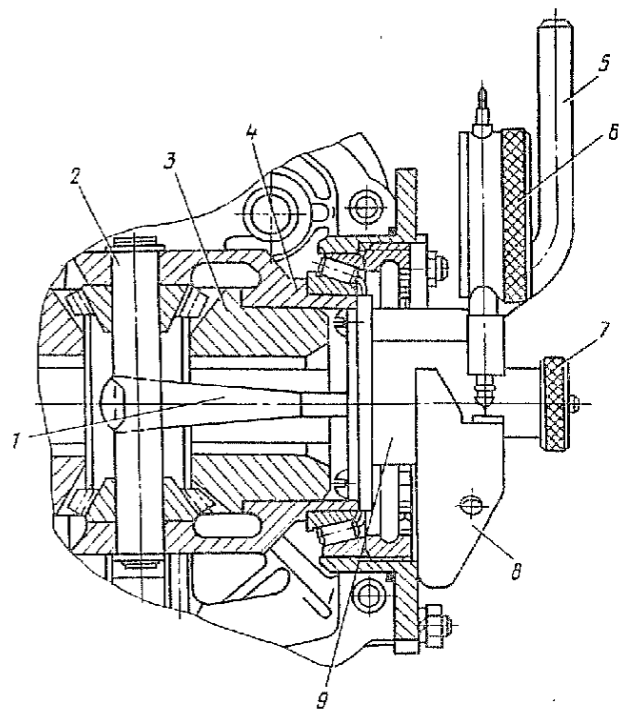

Рис. 153. Контроль бокового зазора в зацеплении шестерен главной передачи в редукторе заднего моста и коробке передач:
3.46.5. Прижать упор 8 (рис. 153) приспособления к корпусу подшипника так, чтобы ус упора касался наконечника индикатора 6, и, покачивая дифференциал рукояткой 5, вывернуть регулировочную гайку из правого корпуса подшипника до получения показания индикатора 0,12—0,17 мм (ключ специальный для регулировочных гаек дифференциала).